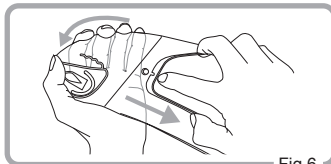

Fig.6
2. Fjern Pinlock® Original Insert Lens fra påsætningsstifterne ved at bøje skærmen. (Fig.6)